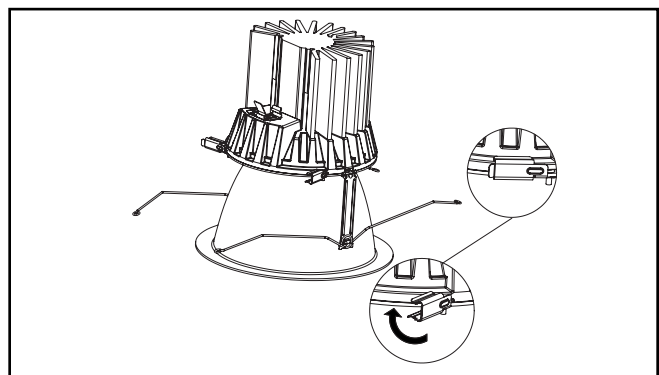

Figura 6
6. Gire los tres (3) clips laterales para sujetar de manera segura el conjunto de la moldura al motor LED (Figura 6).